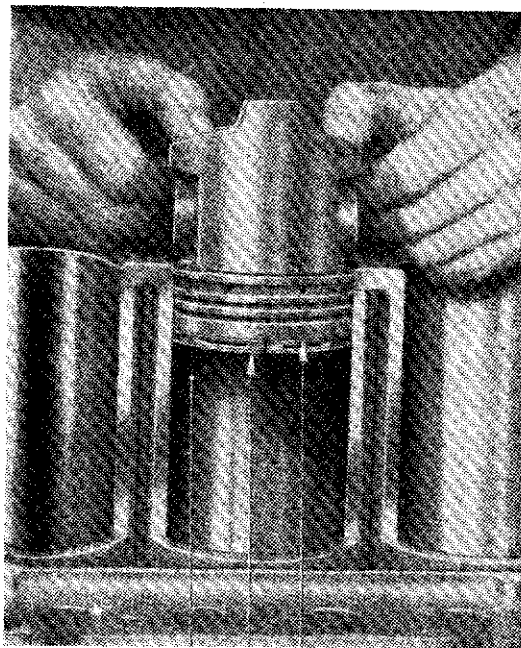

Fig. 18. -- Mise en place d'un segment pour mesure du jeu à la coupe
• Pour vérifier le jeu à la coupe des segments, les introduire dans le cylindre correspondant, par le bas du bloc et les amener à la partie supérieure du cylindre en les poussant à l'aide d'un piston (voir fig. 18). Vérifier chaque segment séparément.